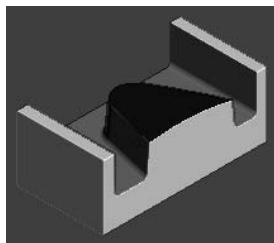

图 5-112 仿真加工结果
2) 在“仿真”工具栏的“当前刀具路径”下拉列表中选择要模拟的刀具路径 finish1, 然后单击“执行”按钮, 系统开始自动仿真加工, 仿真加工结果如图 5-112 所示。